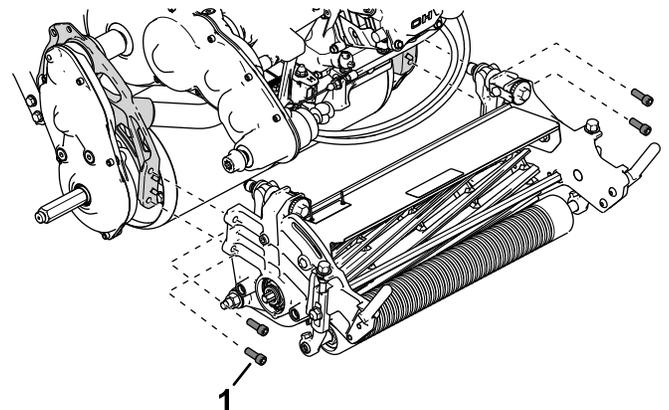

図 50
4. カッティングユニットをフレームに固定しているソケットヘッドねじ4本を外す 図 50。